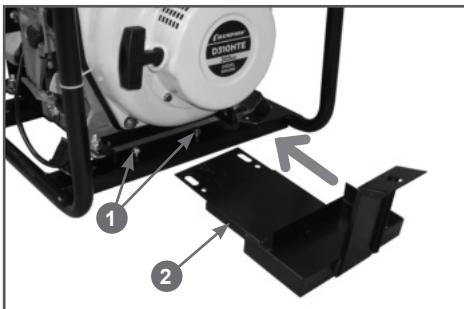
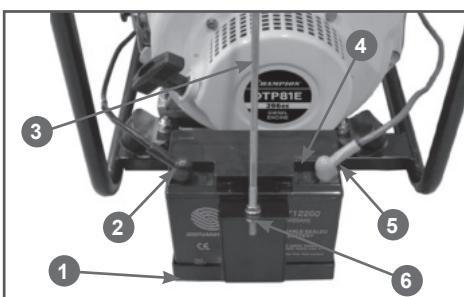

Рис. 4 Установка кронштейна аккумулятора
Рис. 5 Установка аккумулятора
болты крепления, не затягивая их (Рис. 4).
- Установите тягу 3 кронштейна 1 аккумулятора (Рис. 5). Открутите с нижней части тяги 3 одну гайку 5 (Рис. 5). Зацепите крючок тяги 3 за раму мотопомпы, а нижнюю часть тяги вставьте в отверстие в кронштейне 1 аккумулятора (Рис. 5). Накрутите обратно на тягу вторую гайку. С помощью гаек 6 отрегулируйте положение кронштейна 1 (Рис. 5). Окончательно затяните болты 1 крепления кронштейна аккумулятора к раме мотопомпы (Рис. 4) и гайки 6 тяги аккумулятора (Рис. 5).
- Установите аккумулятор 4 в кронштейн 1 и подключите клеммы силовых проводов 2 и 5 к выводам аккумулятора (Рис. 5).